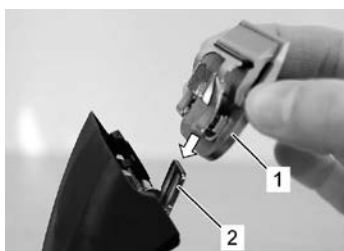

Fig. 14
6. Fixe a nova cabeça de tosquia na articulação e empurre a cabeça de tosquia em direcção à máquina com uma leve pressão (Fig. 14, 15, 16).